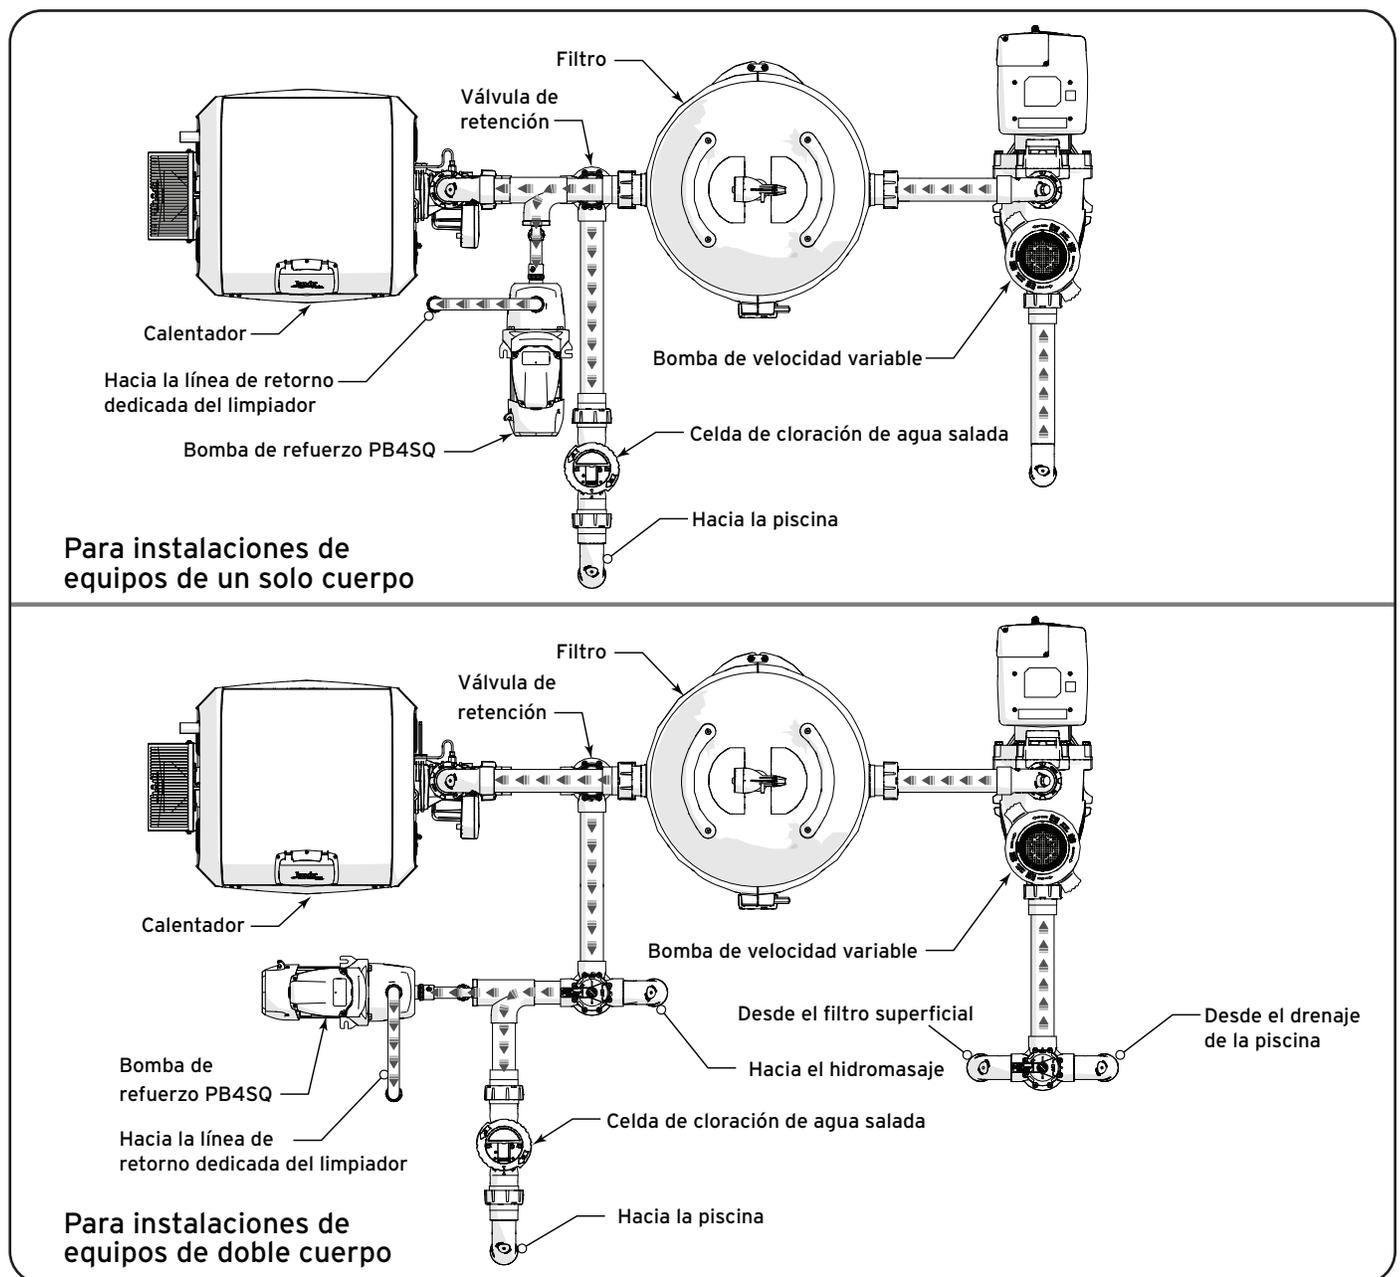

Figura 2. Disposición habitual de los equipos
- La bomba debe recibir un flujo constante desde la bomba de filtrado. El modelo PB4SQ **no** es una bomba con cebado automático. Consulte la Figura 2.